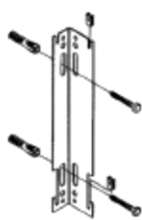

Figura 1: Suport dublu în colț
• După introducerea parantezelor pe șuruburi, șuruburile sunt strânse; piesele din plastic pentru antivibrații sunt instalate așa cum se arată în Figura 1, iar radiatorul este situat pe suporturi.